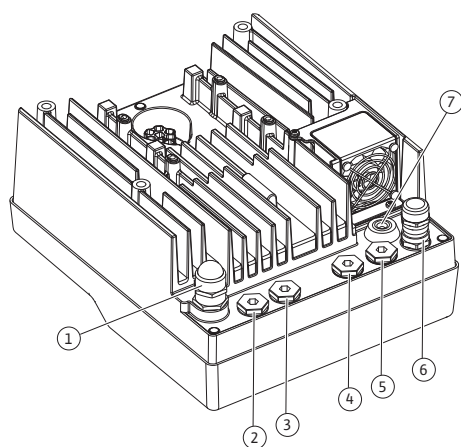

Fig. 19: Pressacavi/passacavi
4. Inserire il cavo di collegamento attraverso il pressacavo M25 (Fig. 19, pos. 1). Serrare il pressacavo con la coppia prescritta.